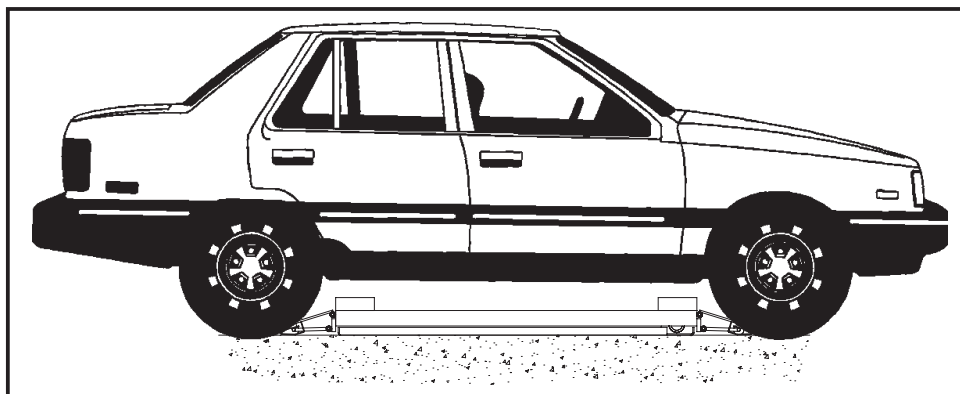

Fig.12
- 2.) Kör sakt upp med bilen på lyften, se till att bilen blir centrerad på lyften samt att fram- och bakhjulen är i korrekt position, Fig. 12.
Get on the vehicle and crawl on the car lift; be sure the vehicle is centred and both rear and front wheels are properly positioned (see fig.12).